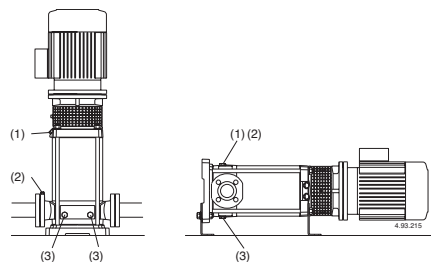

Fig. 4 (1) Riempimento e sfiato
Con la **pompa sopra il livello dell'acqua** da sollevare (funzionamento in aspirazione, **fig. 3A**) o con un battente insufficiente (inferiore a 1 m) per aprire la valvola di non ritorno, riempire il tubo aspirante e la pompa attraverso l'apposito foro (1) (**fig. 4**).
Con il **livello dell'acqua in aspirazione sopra la pompa** (funzionamento sotto battente, **fig. 3B**) riempire la pompa aprendo lentamente e completamente la saracinesca nel tubo di arrivo, tenendo aperta la saracinesca in mandata ed i fori di sfiato (**fig. 4**) per fare uscire l'aria.
Chiudere i fori di sfiato (**fig. 4**), per le pompe MXV-B, MXV(L) 25-32-40 e MXV(L) 4 25-32-40 serrare la vite a spillo (14.17) nel tappo di scarico (14.12) (**fig. 4b**) e chiudere il foro di sfiato (14.04).
Se si verifica una perdita di adescamento (interruzione del flusso di mandata, nonostante le saracinesche siano aperte) o se si nota una oscillazione della pressione indicata dal manometro, ripetere lo sfato del lato aspirazione, verificare che tutte le giunzioni del tubo aspirante siano a perfetta tenuta e serrare il tappo di sfiato ed i tappi di scarico sul lato aspirazione (**fig. 4**).
Possibilmente, come nel caso di impieghi temporanei con liquidi sporchi, fare funzionare brevemente la pompa con acqua pulita per rimuovere i depositi. Oppure, dopo lo svuotamento, eseguire un lavaggio immettendo acqua pulita (almeno 40 litri) nel foro di riempimento (1) lato mandata e lasciandola uscire dal foro di scarico (3) lato aspirazione (fig. 4).
Prima dello smontaggio chiudere le saracinesche in aspirazione e mandata e svuotare il corpo pompa (fig. 4).